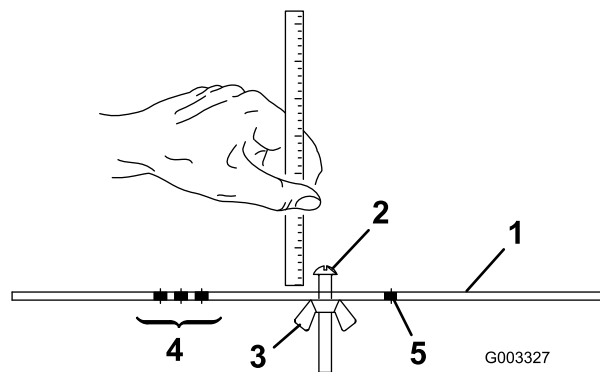

Рисунок 19
2. Ослабьте затяжку гайки измерительной планки (Рисунок 19) и установите